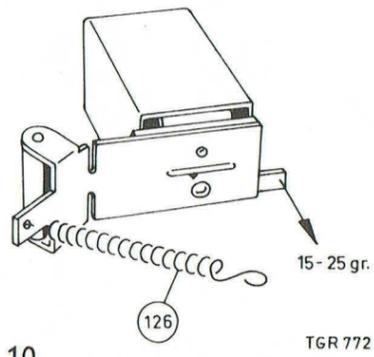

Fig. 10
La force de pression du feutre de tête d'enregistrement/reproduction doit être de 15-25 gr. Eventuellement, renouveler le ressort pos. 126, fig. 10.